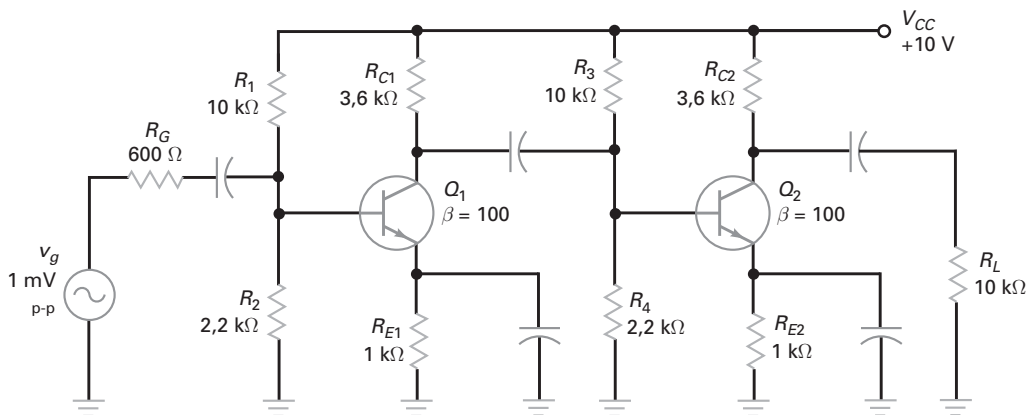

Figura 9-27
- 9-1 Na Figura 9-27, qual é a tensão CA na base do primeiro estágio? E na base do segundo estágio? E no resistor de carga?
- 9-2 Se a tensão da fonte CA dobrar na Figura 9-27, qual será o valor da tensão na saída?
- 9-3 Se $\beta = 300$ na Figura 9-27, qual é a tensão na saída?